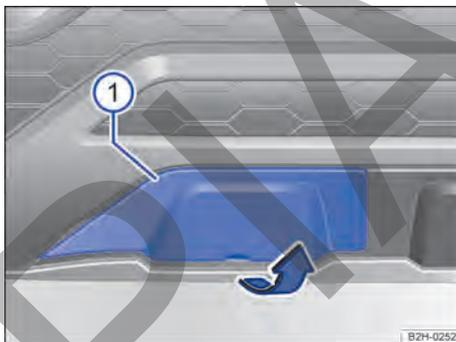

Fig. 164 En el lado derecho del paragolpes delantero: cubierta.
El alojamiento del gancho para remolque enroscable se encuentra en el lado derecho del paragolpes delantero, detrás de una cubierta → Fig. 164 ①.
- Introduzca la mano por el rebaje de la cubierta y retire esta en el sentido de la flecha → Fig. 164.